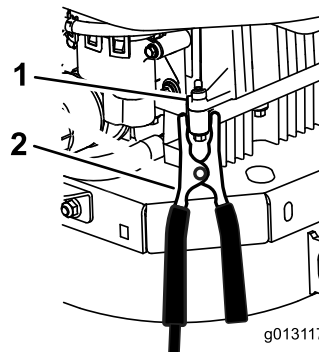

Figura 50
6. Efetue a ligação final no **bloco do motor** (não no borne negativo da bateria) da máquina com a bateria descarregada, longe da bateria, e afaste-se (Figura 50).